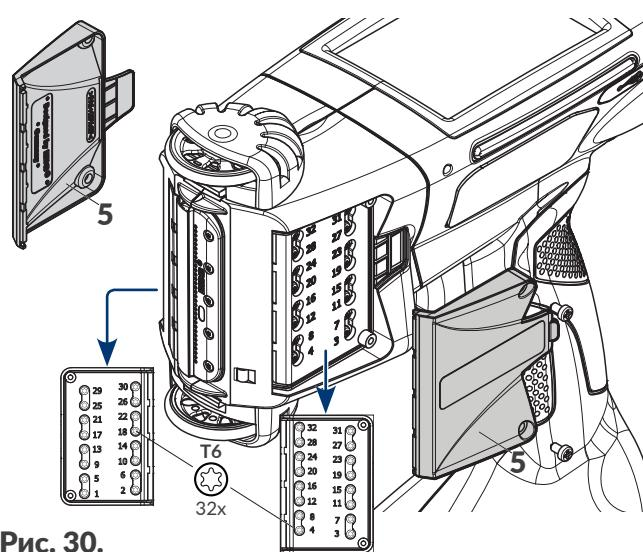

Рис. 30.
1. С помощью крестовой отвертки откройте винты крепления крышек **5** с обеих сторон принтера (см. **Рис. 30**).
15. После достижения удовлетворительного качества печати, завершите процедуру настройки и установите крышки **5** (см. Рис. 30 на странице 139).